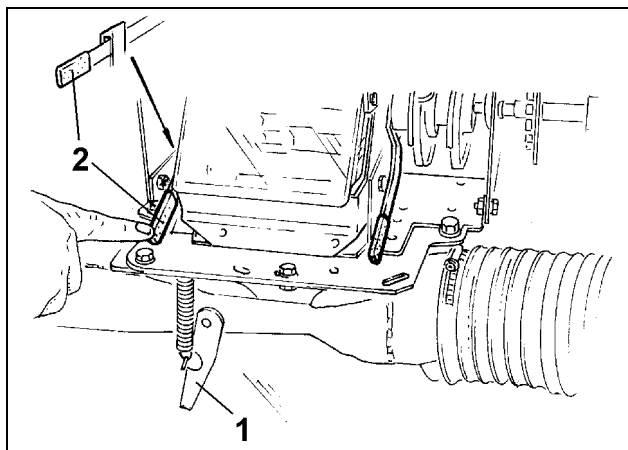

Рис. 104
- клапан загрузочной воронки (Рис. 104/1) и
Для открытия клапана для выгрузки остатков сзади дозирующего устройства нажмите вниз и зафиксируйте рычаг (Рис. 104/2).